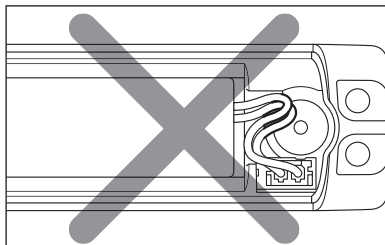

図 18
- ・ バッテリーコードがねじ穴にかからないようにしてください。カバーが取り付けられない恐れがあります。また、無理にカバーを取り付けると断線の恐れがあります。(図 18)